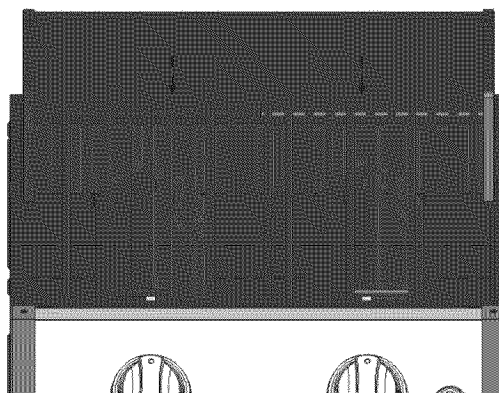

Figura 2
- Coloque las parrillas en el cuerpo con los orificios para los dedos en la parte frontal de la parrilla. Ver figura 2.